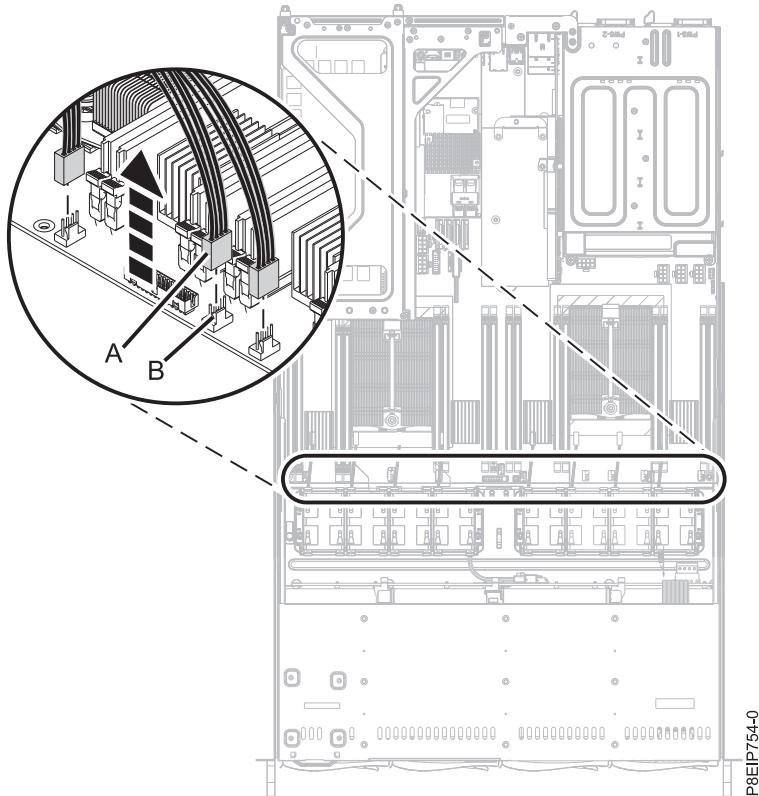

図 18. ファン・ケーブルの切り離し
4. ファン・ケーブルを切り離すには、コネクター・クリップ (B) を解放し、コネクター (A) をシステム・バックプレーンから慎重に引き上げます (23 ページの図 18 を参照)。ワイヤーを引っ張らないでください。ファン・ホルダーを通してケーブルを送ってください。